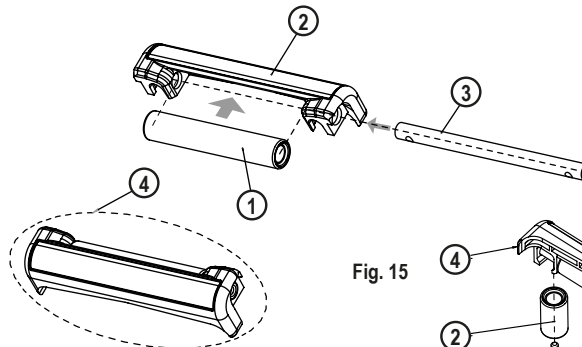

Fig. 15
3. Once the roller outlet assembly has been cleaned or replaced by a new one, it is necessary to assemble all its components. For doing this, first of all you should place the long rollers (1) (fig. 15) in its position over the roller supports (2) (fig. 15), and go through this assembly with the long axes (3) (fig. 15). This way, you should have two equal components pre-assembled (4) (fig. 15).
3. När rullens utlopp har rengjorts eller byts ut av en ny, är det nödvändigt att montera alla dess komponenter. För att göra detta bör du först och främst placera de långa rullarna (1) (fig. 15) i rullhusen (2) (fig. 15) och gå igenom den här enheten med de långa axlarna (3) (fig. 15). På detta sätt borde du ha två lika stora komponenter förmonterade (4) (fig. 15).